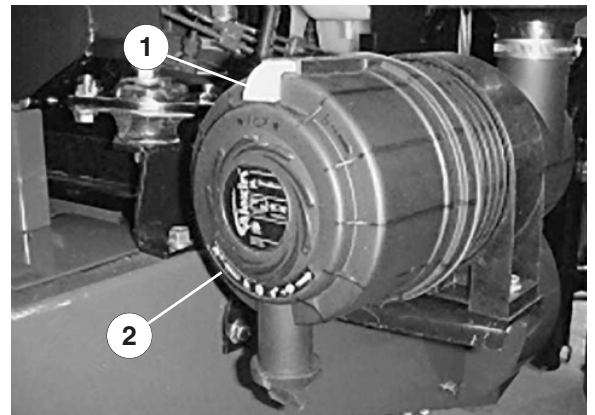

Figure 23
1. Tirez le verrou vers l'extérieur et tournez le couvercle du filtre à air dans le sens anti-horaire. Enlevez le couvercle (Fig. 23) et nettoyez l'intérieur.